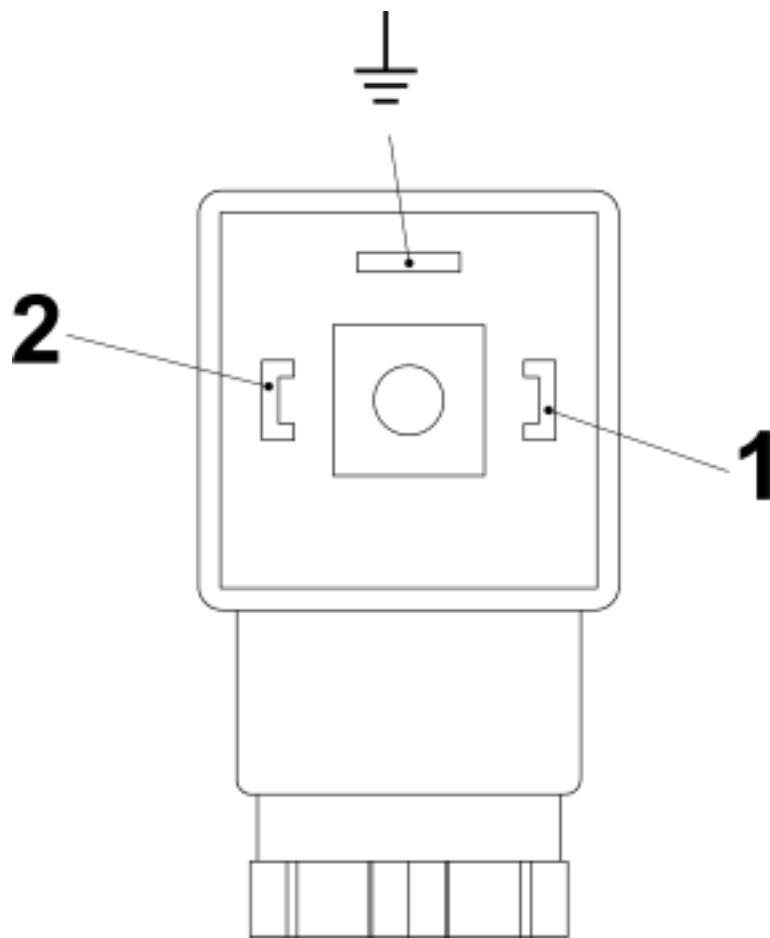
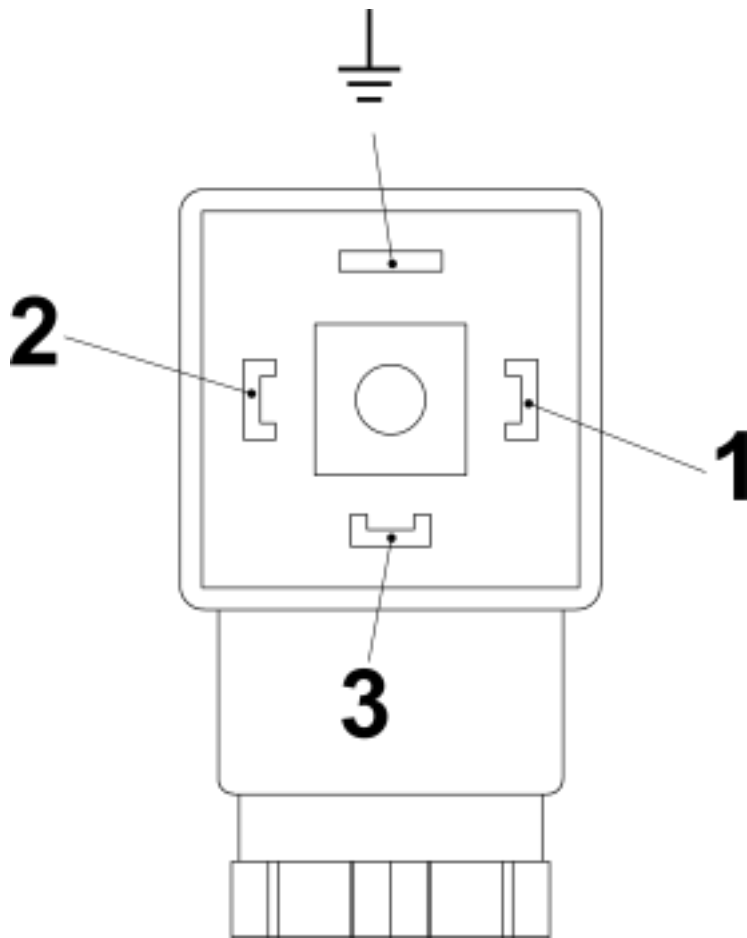

Abb. 28: Pin-Belegung Steckerdose Schließer (Form 30x70)
Abb. 29: Pin-Belegung Steckerdose Wechsler (Form 30x70)
6. Anschluss gemäß den Anschlussbildern (Abb. 28 und Abb. 29) vornehmen